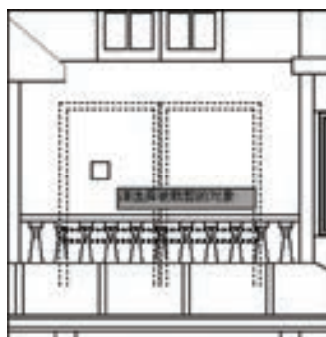

图 13-184 选择被裁剪的对象
10) 图形裁剪。调用“图形裁剪”命令，根据命令行的提示，选择被裁剪的对象，结果如图 13-184 所示。